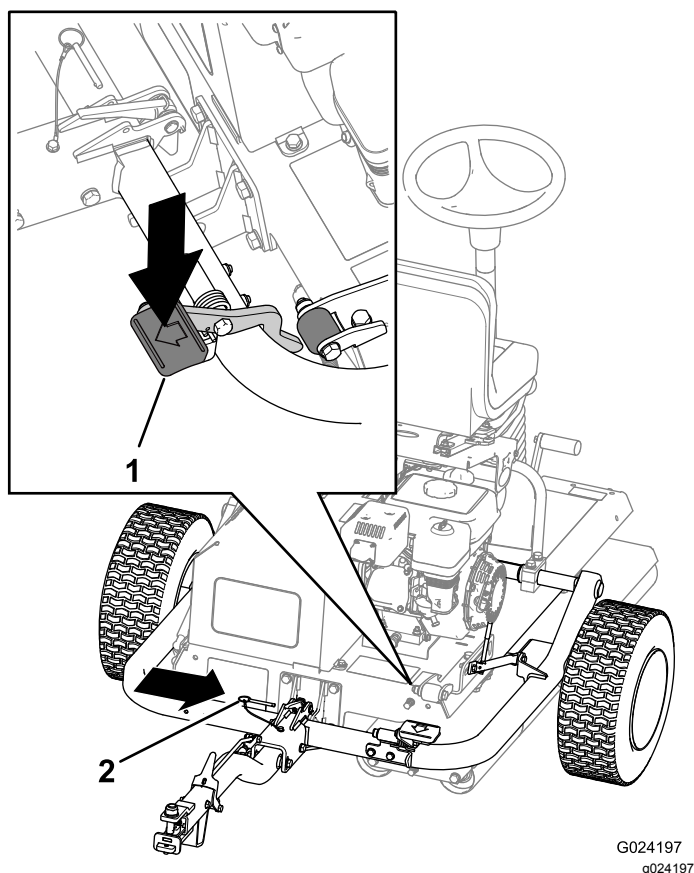

Рисунок 26
- C. Нажимайте на педаль сцепки, пока сцепка не зафиксируется на месте (Рисунок 26).
- D. Вставьте стопорный штифт (Рисунок 26).